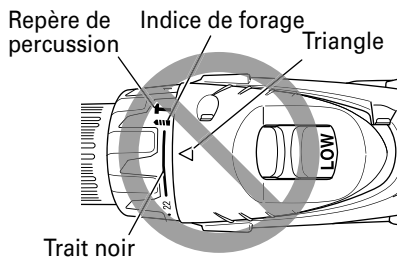

Fig. 6
- Ne pas utiliser avec le sélecteur de débrayage entre le chiffre "22" et le trait noir au milieu du repère de perçage. Cela pourrait provoquer des dommages (Voir Fig. 6).